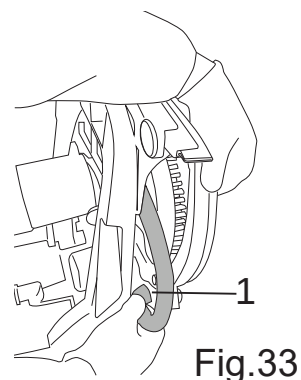

Fig.33
- Maak de slang van de variabele inlaatklep en het achterste zuigrubber (Fig.33-Ref.1) los.